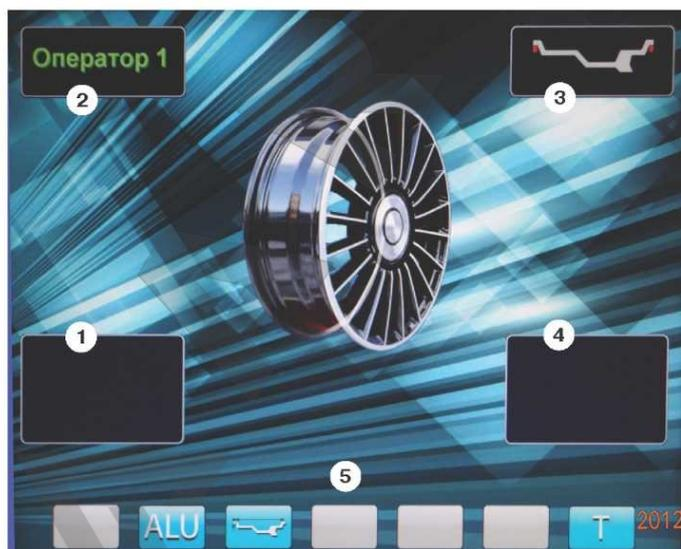

рис.8.2.
8.3. После включения питания СБ на экране монитора отображается фирменная заставка, которая через несколько секунд сменяется отображением экрана основного рабочего режима (рис. 8.2).
Для выбора схем расположения грузов в программах ALU1-ALU5 необходимо, находясь в режиме основного рабочего экрана, нажать кнопку «ALU», при этом открывается окно схем установки грузов, отмеченных номерами рис.11.3. Если после введения размеров колеса установился экран ввода геометрических параметров, необходимо перейти в экран основного рабочего режима нажатием кнопки «STOP». Для выбора нужной схемы нажмите кнопку верхнего ряда клавиатуры с соответствующим номером. Выбранная схема установки грузов отображается в окне 3 экрана основного рабочего режима (рис. 8.2).
12.2. При включении СБ программа измерения дисбаланса настраивается таким образом, что дисбаланс менее 8 г (заводская установка) на любой плоскости коррекции не показывается, в этом случае в окнах 1 и 4 (рис. 8.2) высвечиваются «ОК». Минимальный дисбаланс отображающийся в окнах 1 и 4 равен 8 г. Дисбаланс, превышающий 8г, округляется до величины кратной 5, т. е. дисбаланс 9, 10, 11 и 12 г отображается цифрой 10, дисбаланс 13, 14, 15, 16 и 17 г - цифрой 15 и т. д. Для просмотра неокругленного значения дисбаланса или дисбаланса менее 8г. необходимо нажать кнопку «<», при этом в окнах 1 и 4 на 2-3 сек высвечиваются фактические значения дисбаланса, определенные в данном запуске.
12.3.3. Для проверки результатов балансировки снова запустите СБ. Если колесо отбалансировано правильно, на индикаторах 1 и 4 (рис. 8.2.) отображаются символы «ОК».